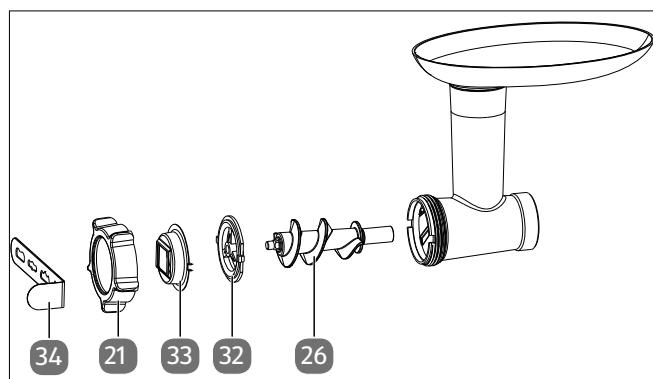

Fig. 17 – Accesorios para galletas spritz
- ▶ Para hacer este tipo de pastas con masa de galletas, Monte el soporte y el molde para galletas, así como la guía del sinfín en el orden indicado (véase Fig. 17).